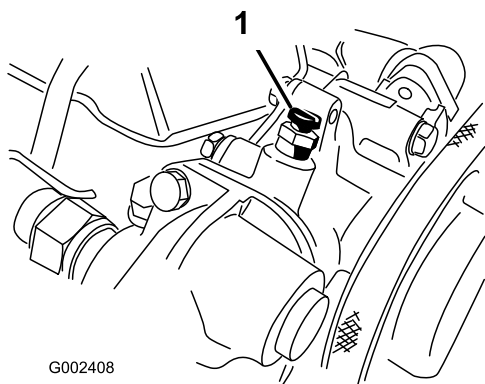

図 65
6. 水ポンプ上部についているエア抜きネジ (図 65) を開く。